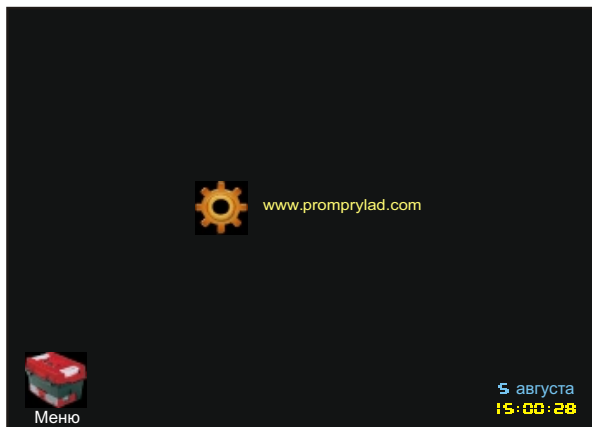

Рис. 1. Заставка
6.2 После подачи напряжения питания на экране контроллера появляется заставка с пиктограммой "Меню" и отображением даты с реальным временем (Рис. 1).
6.3 При необходимости установить дату или реальное время - нажмите на их изображение в нижнем правом углу экрана (Рис. 1) и заполните появившуюся таблицу с помощью пиктограмм: